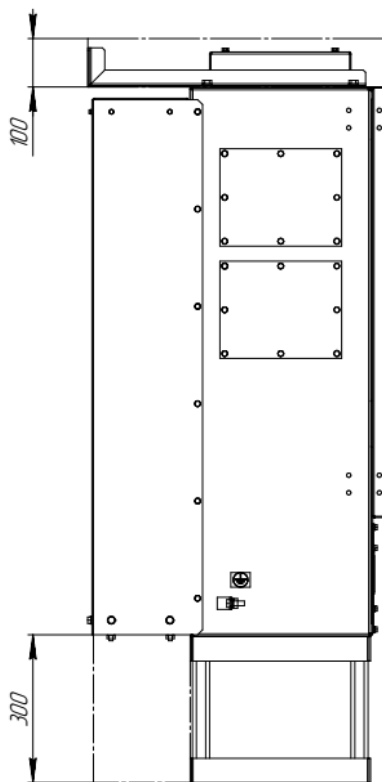
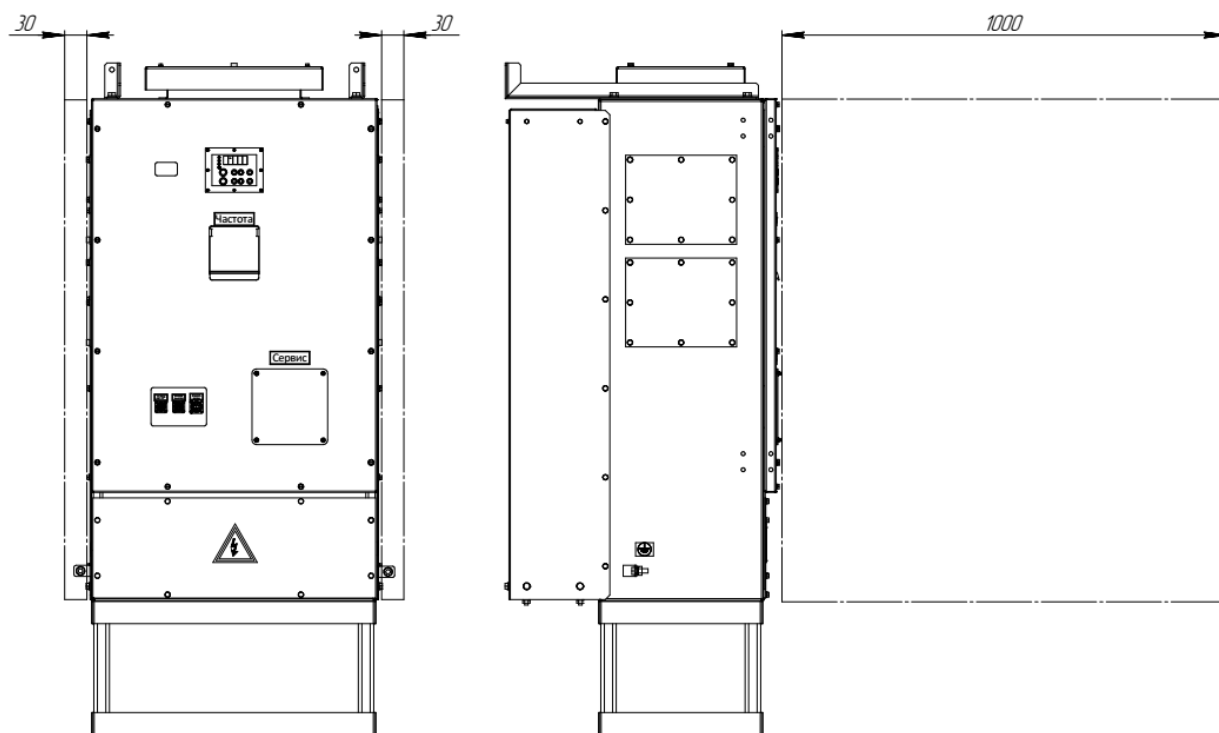

Рисунок 7 – Зоны вентиляции МПЧ (вид сбоку)
Рисунок 8 – Зоны обслуживания МПЧ
2.1.2.3 При выборе места размещения МПЧ должны быть предусмотрены зоны вентиляции (см. рис. 7) и обслуживания (см. рис. 8).